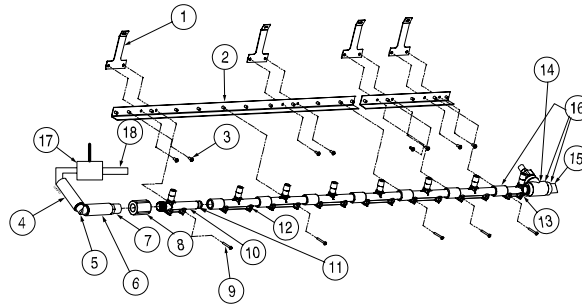

Figura 8.1. Colector de Barrido de Agua, Lateral de la Bomba Peristáltica
4. Si utiliza módulos de bombas auxiliares, agregue un colector y ménsulas de soporte adicionales, según muestra la Figura 8.1 a la derecha del #1 y #2. Agregue dos ménsulas de soporte por cada módulo auxiliar debajo de los tornillos de la cubierta del módulo auxiliar, y luego una ménsula para el colector del módulo auxiliar por cada módulo auxiliar debajo de las ménsulas de soporte.
6. Comenzando por el lateral izquierdo del colector, una la pieza #8 (empalme roscado - ver Figura 8.1) entre la pieza #7 y la pieza #10. Esta sección debe estar alineada con la primera bomba peristáltica en el módulo principal de bombas.
7. Añada un tramo de colector (aparece como pieza #12 en la Figura 8.1) para las restantes bombas peristálticas, excepto para la última bomba peristáltica. Coloque la placa para cada tramo del tubo de la bomba peristáltica extendiéndola por debajo desde el lado derecho de la bomba y ajústela con las grampas. La última bomba peristáltica recibirá la pieza #13, que tiene un tramo roscado sobre el lateral derecho del tramo del colector de la bomba peristáltica.